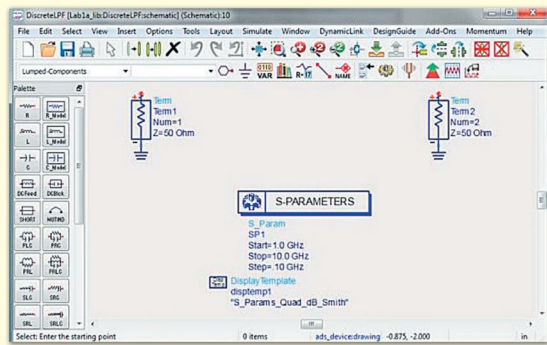

Рис. 7
- Повинна з'явитися нова сторінка схеми з двома 50-омними навантаженнями й контролером S-параметрів з налаштуваннями частоти за замовчуванням. Якщо шаблон не був обраний під час створення нової схеми, ми можемо розмістити необхідні для симуляції S-параметрів компоненти, перейшовши у відповідну категорію симуляції, наприклад, Simulation-S\_Param (S-параметри), Simulation-HB (гармонійний баланс) тощо (рис. 7).